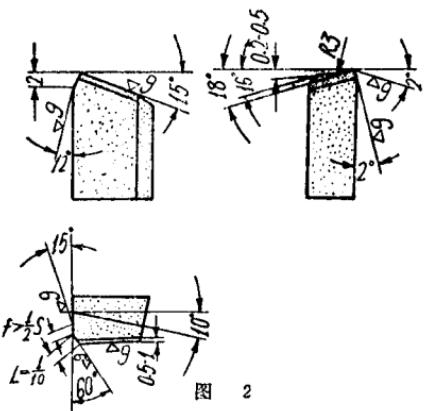

图 2
**三、刃磨和装夹方法:** 刀片按图 2 磨成后，插入刀体 6，把垫片 1 垫入刀片底面，使刀片高于刀体面 2 毫米，再将紫铜片 3 塞入刀片 2 与压板 4 中间，主要是防止刀片受切削热引起刀体和刀片产生热膨胀，紫铜片能消除两者之间的应力，然后将固紧螺钉 5 固紧。